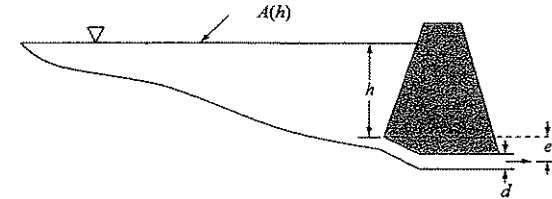

FIGURA P22.21
22.21 Um reservatório de água é drenado por um tubo, como mostra a Figura P22.21. Sob diversas hipóteses simplificadoras, a seguinte equação diferencial descreve como a profundidade varia com o tempo: